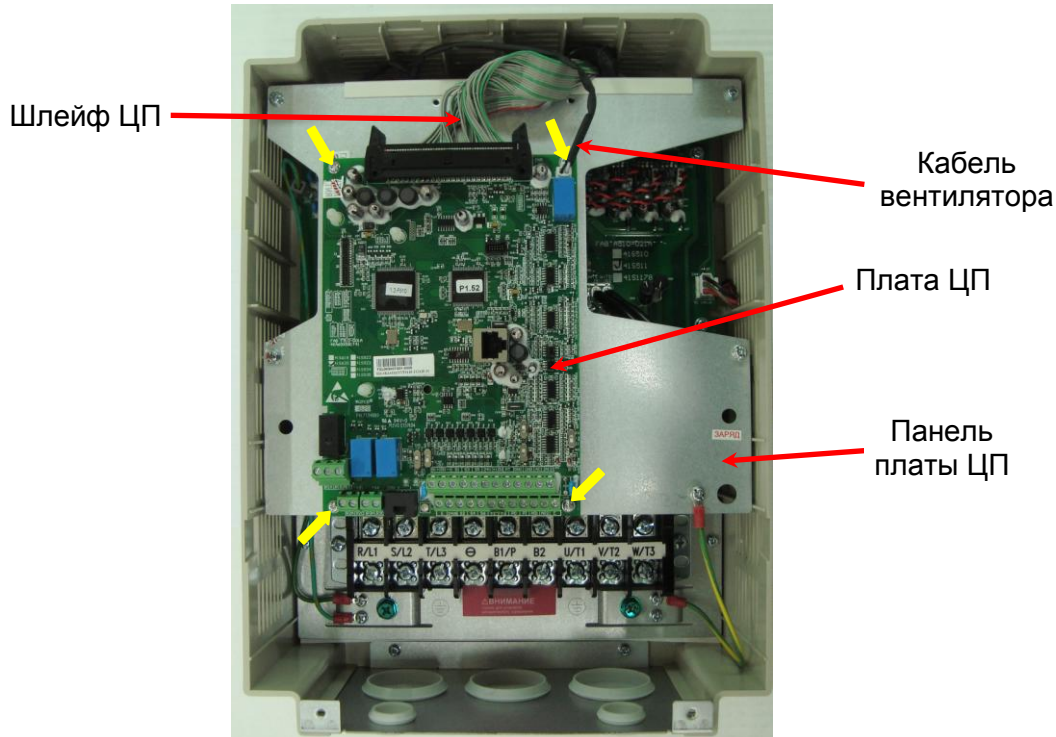

Рис. 7.13
7.5.1. Установить плату ЦП на панель и вкрутить четыре крепежных винта (желтые стрелки, рис. 7.13).
7.5.2. Подсоединить разъемы шлейфа ЦП и кабеля вентилятора (рис. 7.13).